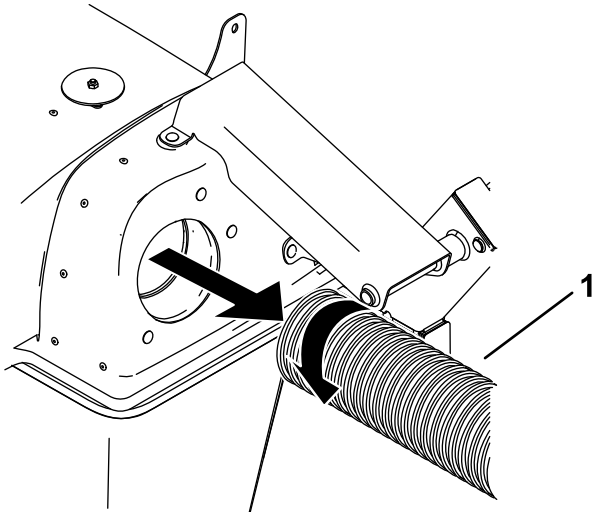

Figure 2
2. Déposez le flexible du capot (Figure 2).